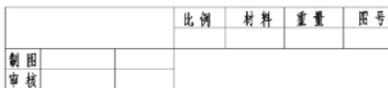

图 7.3.9 填写标题栏
Step7. 填写标题栏。双击表格单元，然后输入相应的文字，并设置文字的样式。结果如图 7.3.9 所示。
Step8. 分解表格。选择下拉菜单  修改 (M)  分解 (X) 命令，选择表格为分解对象，按 Enter 键结束命令。
Step9. 转换线型。将标题栏中最外侧的线条所在的图层切换至“轮廓线层”，其他线条为“细实线层”。结果如图 7.3.9 所示。